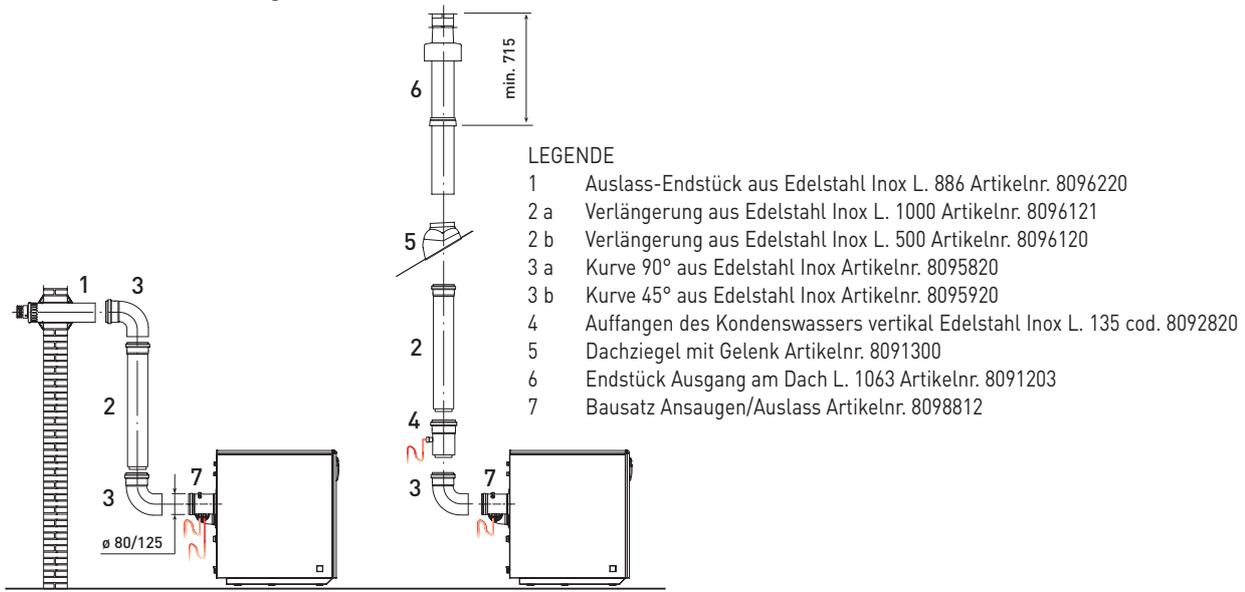

Abb. 4/a
2.4.1 Abgase geführt Koaxial-oder 80/125 (Abb. 4/a)